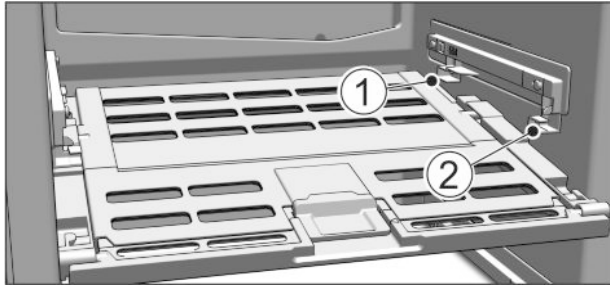

Fig. 16
- ▶ Deksel Fruit & Vegetable-Safe aanbrengen: Dekselranden van onder in de achterste houder Fig. 16 (1) plaatsen en van voren in de houder Fig. 16 (2) klikken.